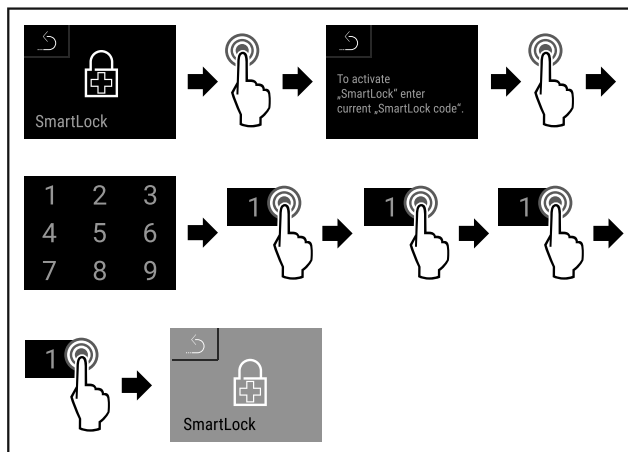

Fig. 83
- ▶ Eseguire i passi (vedere Fig. 83) .